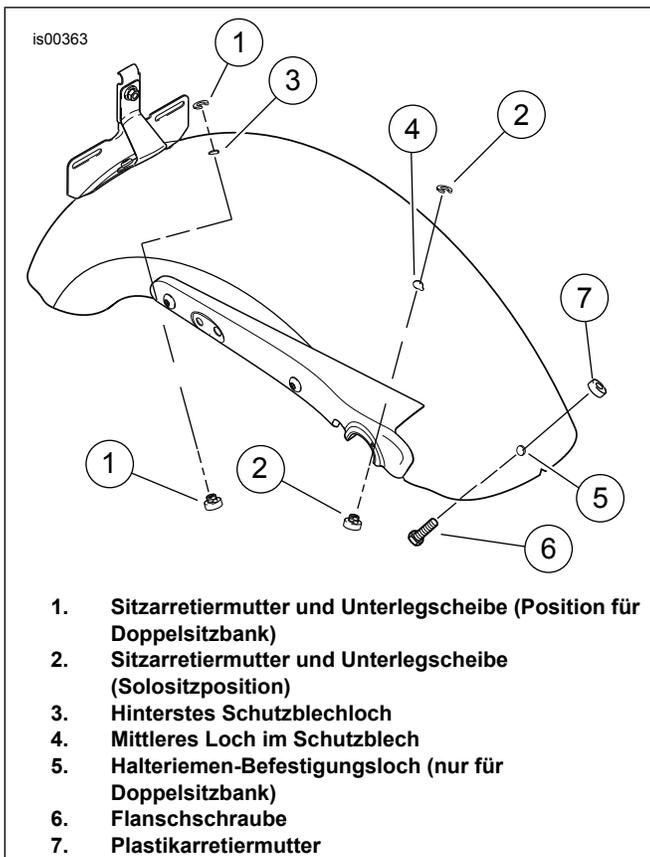

Abbildung 1. Position der Arretiermutter
1. Siehe Abbildung 1. Im hintersten Schutzblechloch (3) und im mittleren Schutzblechloch (4) müssen eine Arretiermutter und Unterlegscheibe angebracht werden. Wenn diese nicht eingebaut sind, Schritte a und b ausführen:
- b. Die Nase an der Arretiermutter in die entsprechende Aussparung im entsprechenden Schutzblechloch gleiten lassen (siehe Abbildung 1) und die Arretierscheibe (2) von der Rückseite her aufschieben. Hiermit wird die Arretiermutter in ihrer Position gesichert. Den Kabelbinder entfernen.